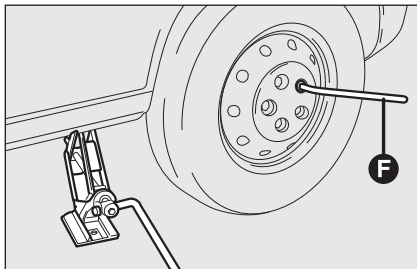

fig. 8
- dévisser complètement à l'aide de la clé **F**-fig. 8 les boulons et enlever la roue;